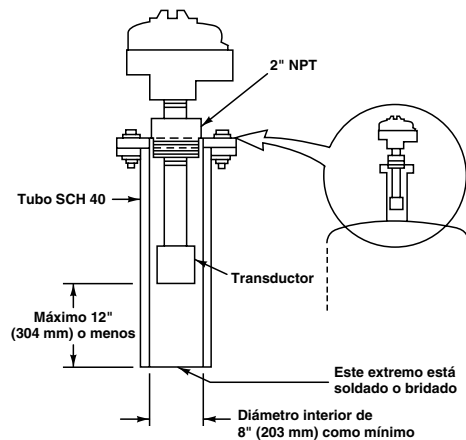

Figura 1
3. Para los casos en que el nivel de material pueda llegar hasta la parte superior del tanque, la porción del detector de la unidad debe montarse en un segmento corto de tubo saliente. El diámetro del tubo debe ser de por lo menos 8 pulgadas (203 mm) y su longitud debe estar limitada a 12 pulgadas (305 mm). Consulte la Figura 1.